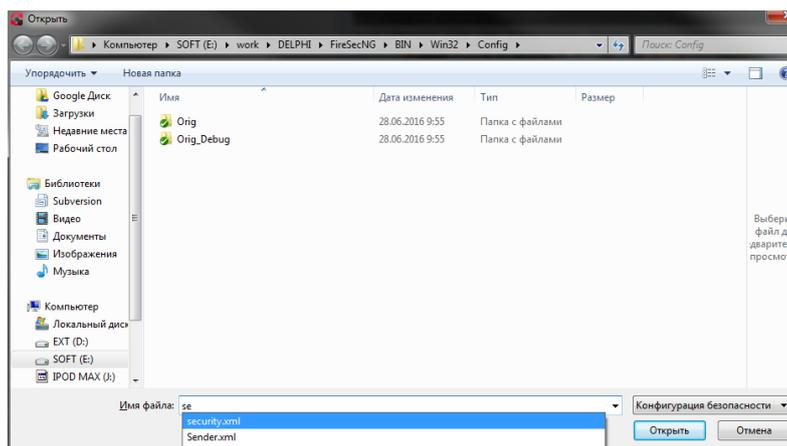

Рисунок 3.5 Открытие файла тип «Конфигурация безопасности»
- Открыть - открыть конфигурацию из файла, позволяет открыть файл типа «Конфигурация безопасности *.sec», в котором сохранена информация о настроенных правах пользователей ПО (Рисунок 3.5).